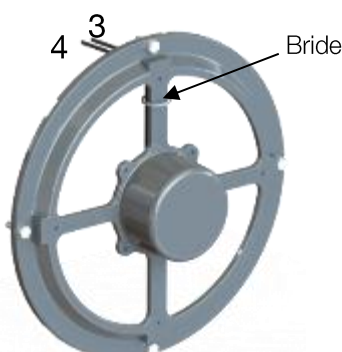

Figure 14.38 : Fixation des câbles du PMG
- 4) Attacher les câbles de connexion (3 et 4) du PMG avec la bride en polyamide 6.6 sur le couvercle arrière, conformément à la Figure 14.38.